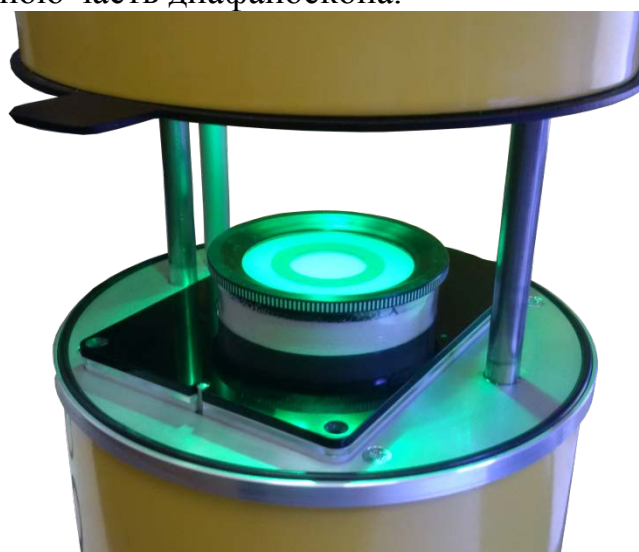

Рисунок 9.5. Установленная чашка.
3. Не снимая крышку установить чашку в прибор (Рисунок 9.5) и опустить верхнюю часть диафаноскопа.